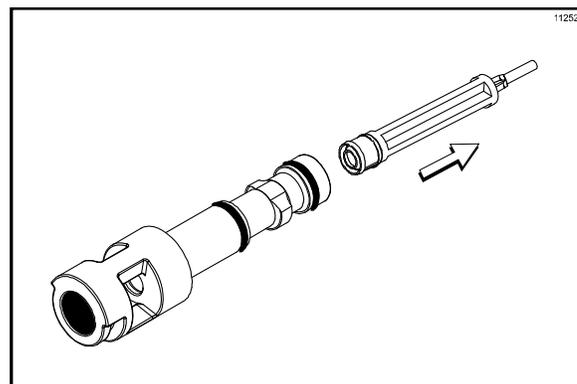

図102
7. ドローバルブを片手で持ちながら、ドライブスピナーを引き抜きます。シャフトシールを外します(図102を参照)。